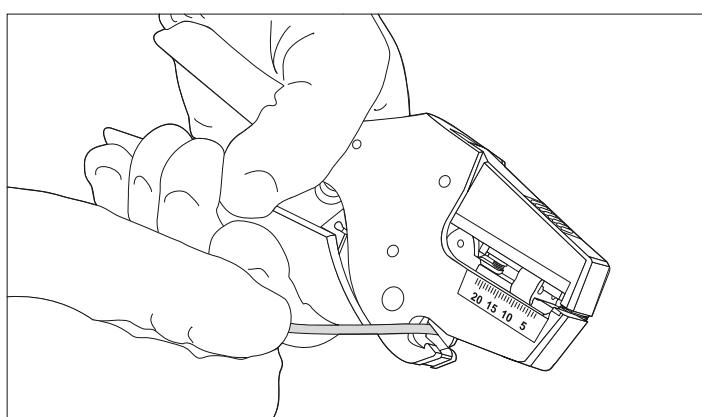

Рисунок 2
- 5.2 Відрізати необхідну довжину дроту. Для цього скористайтеся вбудованим у стріптер різаком (рисунок 2).